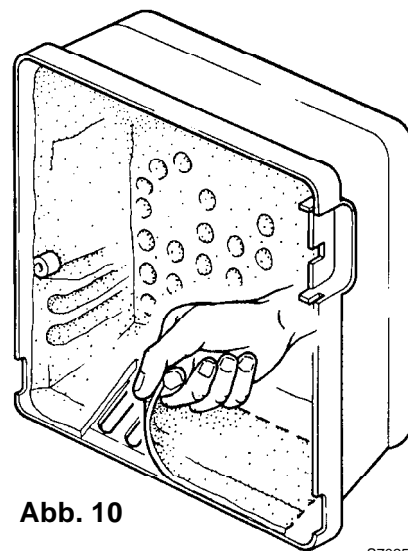

Abb. 10
- C** In der Modelle BS4D Typ 918T1, um den Betrieb für eine Leistung vom 220 ÷ 246 kW zu gewähren, die geschnittene Geräuschdämmung wegnehmen, so werden die zusätzlichen Schlitze des Lufteingangs auf der Verkleidung frei gemacht (siehe Abb. 10).